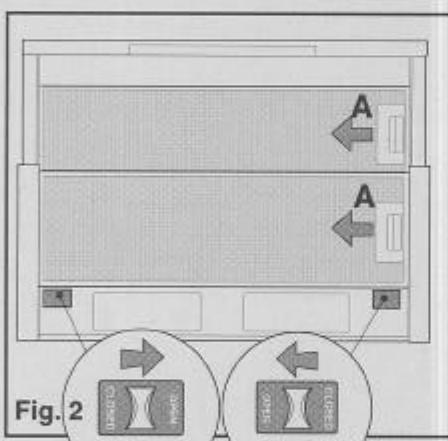

Fig. 2
#### Entfernen der Fettfilter - Abb. 2
#### Entfernen der Deckenleuchtenhalterung - Abb. 2
**Model with Self-supporting Metal Filters*****Removing the Grease Filters - Fig. 2***